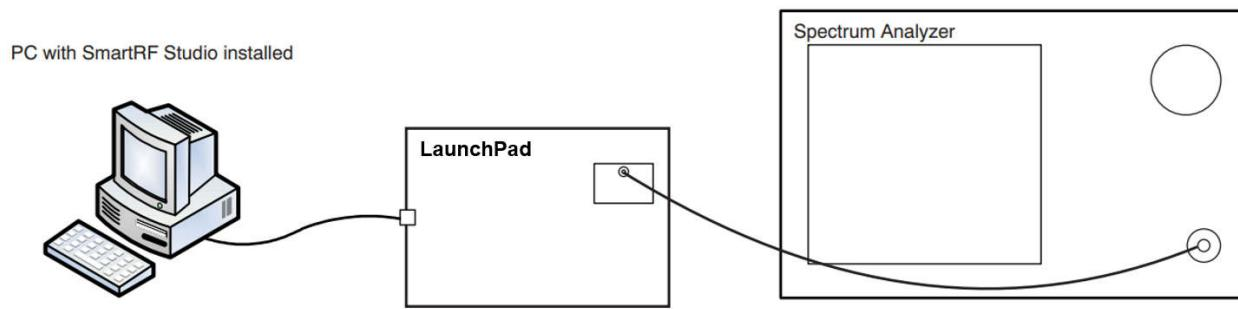
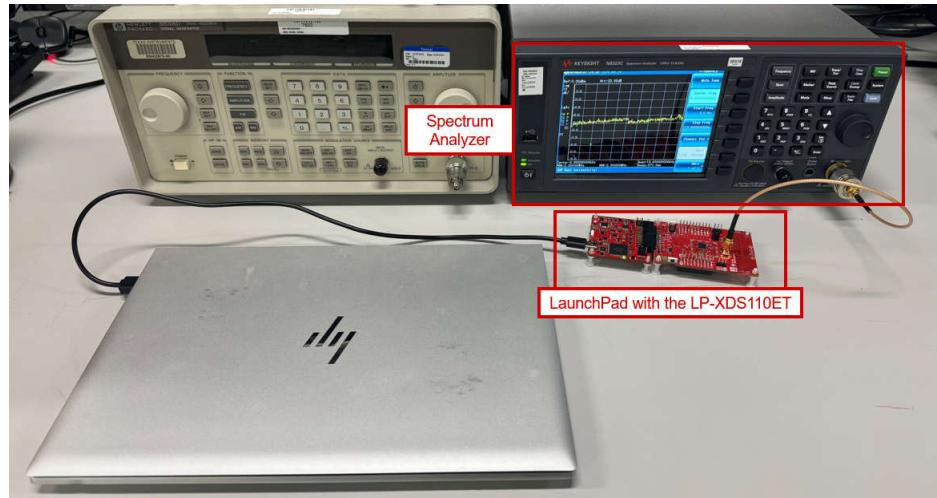

図 7-1. 送信電力テスト設定図
図 7-2. 送信電力テストのベンチ設定
テスト環境: 図 7-1 に、送信電力のテスト設定を示します。
- ステップ 1: 図 7-1 および 図 7-2 に示すように、機器を接続します。